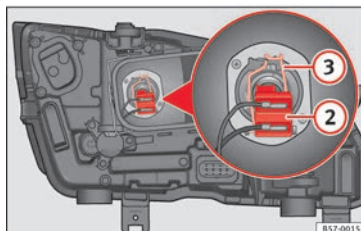

Fig. 106 En el vano motor: lámpara de luz de cruce.
3. Extraiga el conector » **fig. 106** ② de la lámpara.
4. Desenganche el resorte retenedor » **fig. 106** ③ presionándolo hacia dentro y a la derecha.